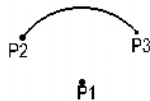

图 2-84
- 三点确定圆弧：依次输入 3 点，第一点为圆弧的圆心，第二点为圆弧的起点，第三点为圆弧的终点，如图 2-84 所示。